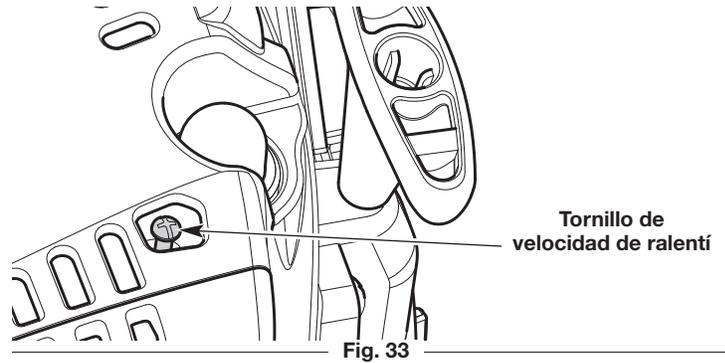

Fig. 33
- Si el motor se para, aumente la velocidad de ralentí. Use un destornillador Phillips pequeño para girar el tornillo de velocidad de ralentí en el sentido de las agujas del reloj, 1/8 de giro cada vez hasta que el motor funciona al ralentí de manera uniforme (Fig. 33).
- Si el cabezal de corte gira cuando el motor funciona al ralentí, reduzca la velocidad de ralentí. Gire el tornillo de velocidad de ralentí en el sentido contrario de las agujas del reloj, 1/8 de giro cada vez, hasta que se detenga el cabezal de corte (Fig. 33).